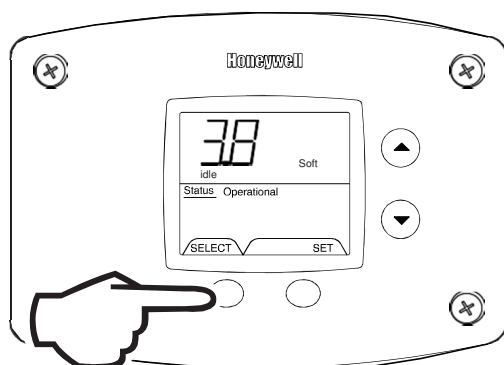

Figure 37
7. Software Version (Display only) (Fig. 37).